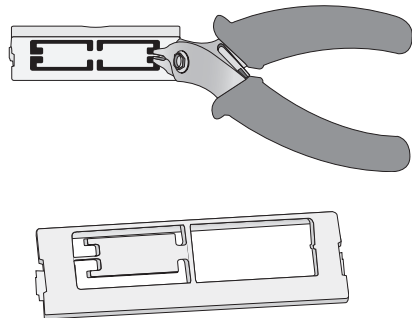

Fig. 2
3. Con un tronchesino, eliminare dallo sportellino la parte destra plastica prefabbricata, ottenendo il foro corrispondente all'uscita dei connettori (Fig. 2);
3. With a pair of cutting nippers, cut out the pre-cut plastic section from the cover, making an opening for the connectors to pass through (Fig. 2);